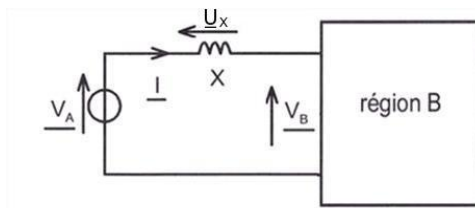

Figure 1
A.1.1 A partir des conventions choisies (figure 1) précisez la signification (reçue ou fournie) des puissances  $P_A$ ,  $P_B$ ,  $Q_A$  et  $Q_B$  en fonction de leur signe.